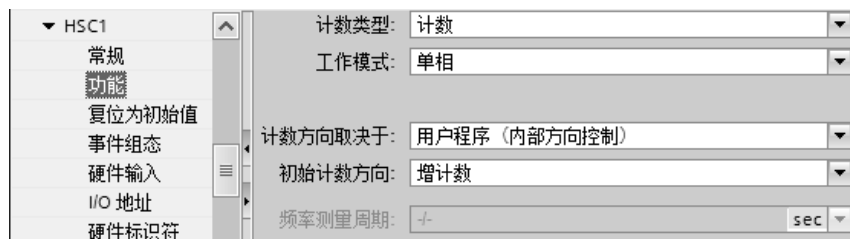
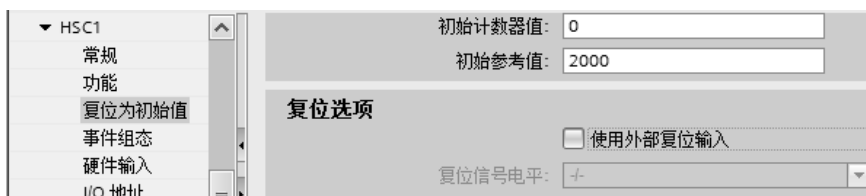

图 3-80 高速计数器的功能设置
图 3-81 设置高速计数器的初始值与复位信号
2) 选中左边窗口的“功能”（见图 3-80），在右边窗口设置下列参数：
3) 选中图 3-81 左边窗口的“复位为初始值”，可以设置“初始计数器值”和“初始参考值”。如果勾选了“使用外部复位输入”复选框，用下拉式列表选择“复位信号电平”是高电平有效还是低电平有效。
4) 选中图 3-81 左边窗口的“事件组态”，可以用右边窗口的复选框激活下列事件出现时是否产生中断（见图 3-82）：计数器值等于参考值、出现外部复位事件和出现计数方向变化事件。可以输入中断事件名称或采用默认的名称。生成硬件中断组织块 OB40 后，将它指定给计数值等于参考值的中断事件。
5) 选中图 3-81 左边窗口的“硬件输入”，在右边窗口可以组态该 HSC 使用的时钟发生器输入、方向输入和复位输入的输入点。可以看到可用的最高频率。
6) 选中图 3-81 左边窗口的“I/O 地址”，可以在右边窗口修改 HSC 的起始地址。默认的起始地址为 1000。
组态时设置 HSC1 的工作方式为单相脉冲计数（见图 3-80），使用 CPU 集成的输入点 I0.0，通过用户程序改变计数的方向。设置 HSC 的初始状态为加计数，初始计数值为 0，初始参考值为 2000（见图 3-80 和图 3-81）。出现计数值等于参考值的事件时，调用硬件中断组织块 OB40（见图 3-82）。HSC 默认的地址为 ID1000，在运行时可以用该地址监视 HSC 的计数值。